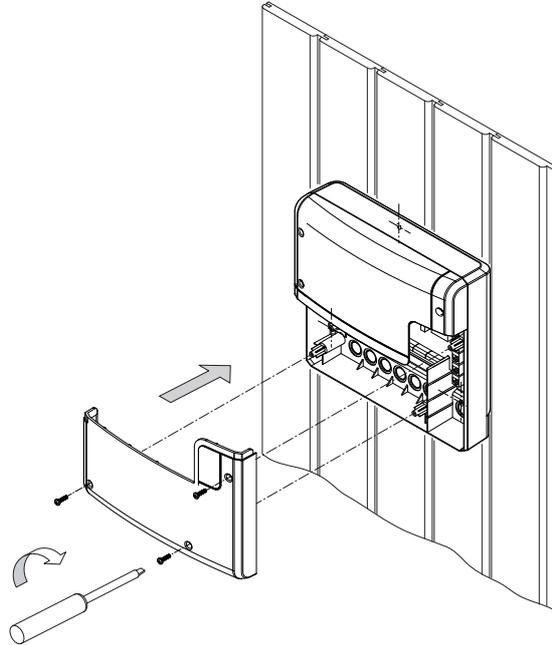

**Abb. 2**
Die Bohrungen für die mitgelieferten Holzschrauben 4 x 25 mm werden entsprechend den in Abb. 2 angegebenen Maßen angebracht.
2. In das obere mittlere Loch drehen Sie eine der Holzschrauben. An dieser Schraube wird das Leistungsteil eingehängt. Lassen Sie zu diesem Zweck die Schraube ca. 3 mm herausstehen (Detail in Abb. 2).